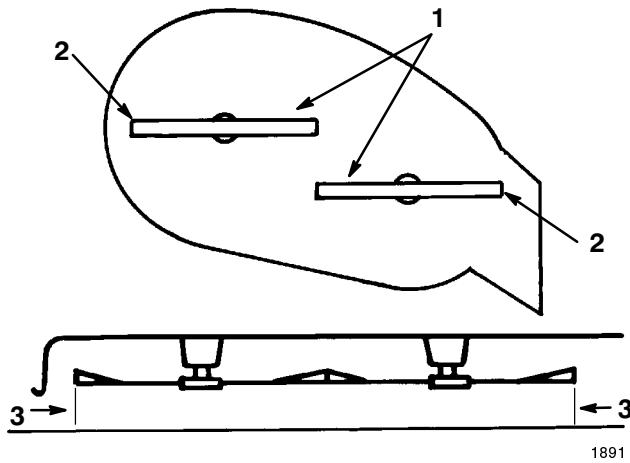

Bild 50
4. Drehen Sie die Schnittmesser vorsichtig von einer Seite zur anderen (Bild 50). Messen Sie den Abstand zwischen den äußeren Schneidkanten und der ebenen Oberfläche (Bild 50). Wenn beide Messwerte nicht im Rahmen von 5 mm liegen, ist eine Einstellung erforderlich. Siehe Schritte 5 und 6.